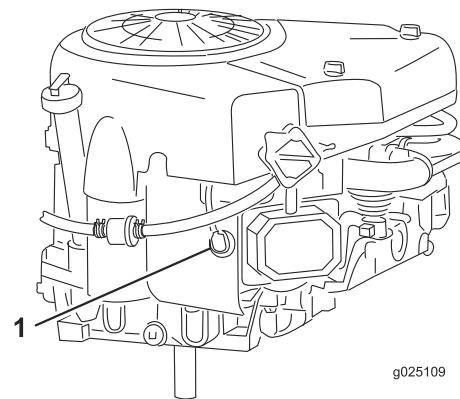

Figura 28
8. Togliete la candela e la rondella metallica (Figura 28).
6. Scollegate il cappellotto dalla candela (Figura 28).
3. Collegate il cappellotto alla candela (Figura 28).